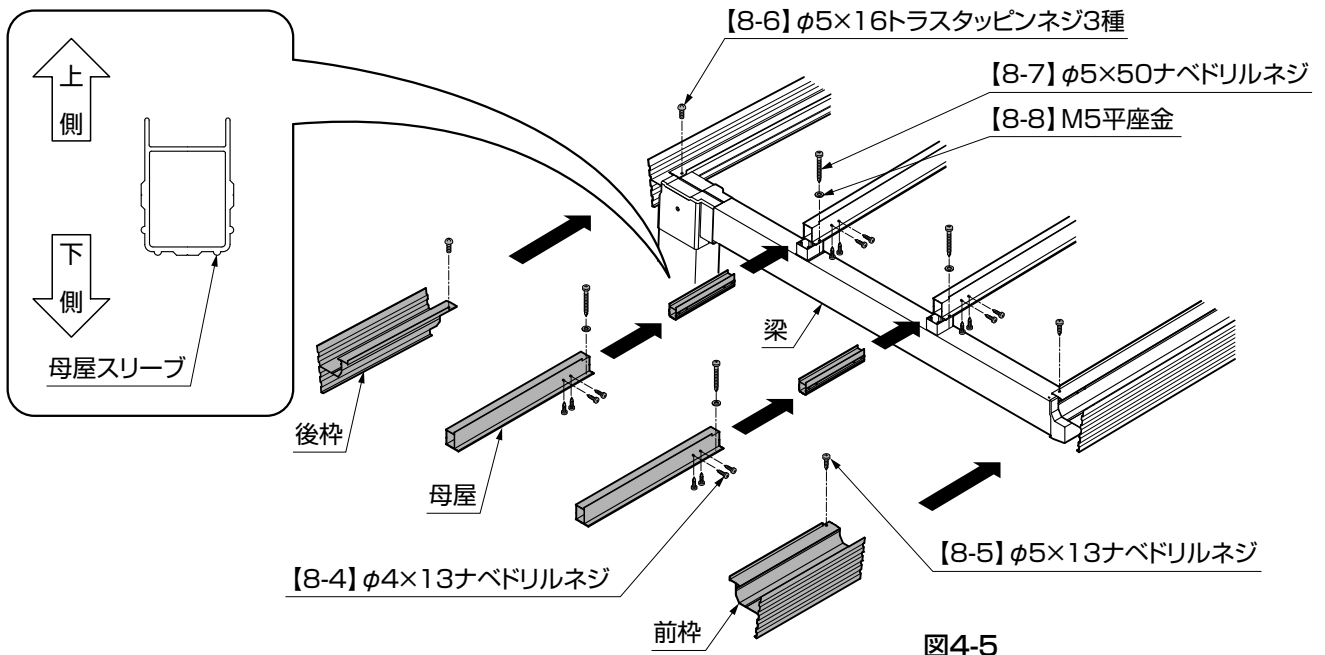

図4-5
- ①片側の前枠・母屋・後枠を【8-5】、【8-7】、【8-8】、【8-6】で梁に取付けてください。(図4-5参照)
- ②母屋スリーブの上下を確認し、母屋に半分ほど差込み、孔位置を合わせて【8-4】で仮止めしてください。
- ③連結する前枠・母屋・後枠を【8-5】、【8-7】、【8-8】、【8-6】で梁に取付けてください。(図4-5参照)
- ④母屋スリーブと母屋の孔の位置を合わせ、母屋スリーブを取付ける全ての場所を【8-4】で取付けてください。